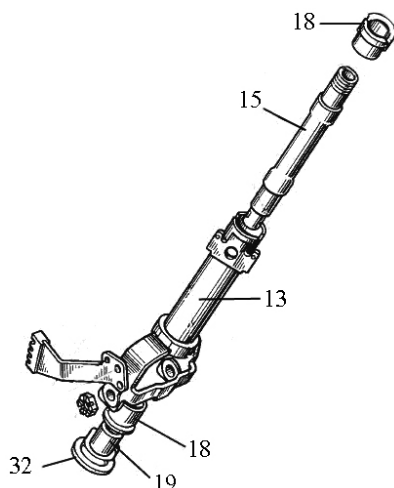

Рисунок 7.17
8) установите амортизаторы 18, (рисунок 7.17), до упора буртов, амортизаторов, в верхний и нижний торцы трубы 13;